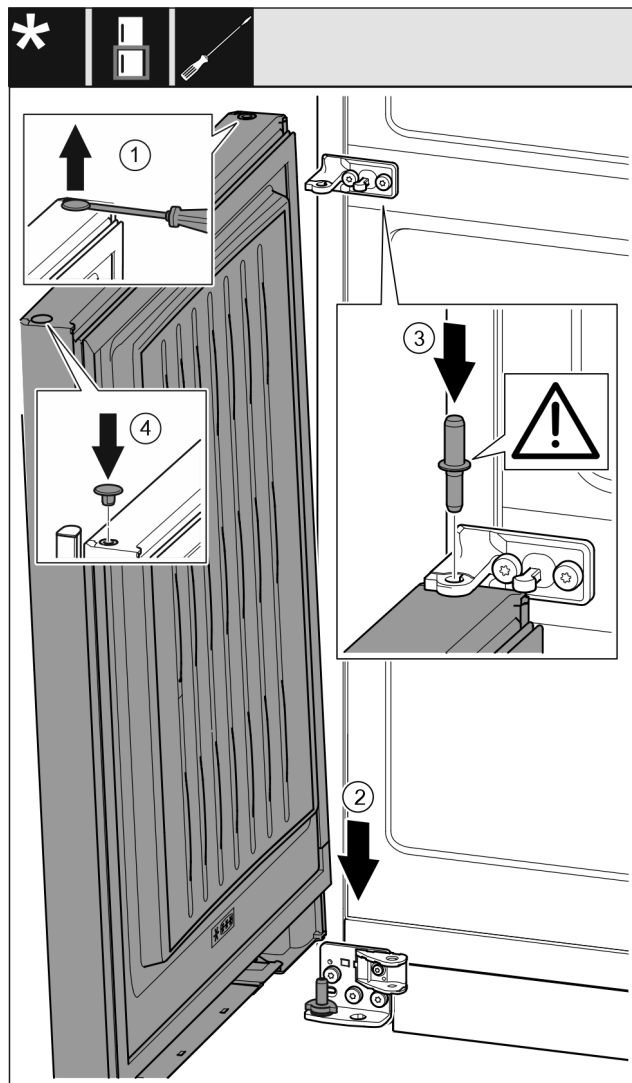

Fig. 41
- ▶ Ανασηκώστε προσεκτικά και τραβήξτε έξω την τάπα με ένα ίσιο κατσαβίδι. Fig. 41 (1)
- ▶ Τοποθετήστε την πόρτα από επάνω στον κάτω πείρο. Fig. 41 (2)
- ▶ Τοποθετήστε τον μεσαίο πείρο μέσα από το μεσαίο στήριγμα στην κάτω πόρτα. Βεβαιωθείτε ότι το έκκεντρο ασφάλισης είναι στραμμένο προς τα πίσω. Fig. 41 (3)
- ▶ Τοποθετήστε ξανά την τάπα στην άλλη πλευρά της πόρτας. Fig. 41 (4)